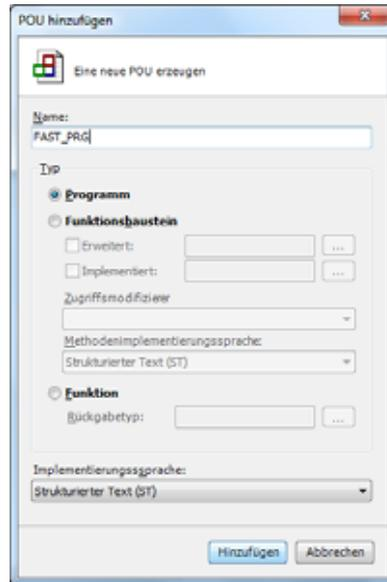

Abbildung 70: Steuerungs- und Task-Konfiguration
- ▶ Erstellen Sie die POU „FAST_PRG“ gemäß Abbildung 70.